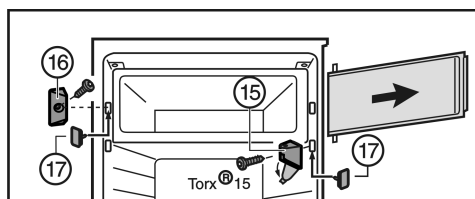

Fig. 7
- ▶ Повдигнете капака на лагерната стойка Fig. 7 (15).
- ▶ Отвинтете лагерната стойка Fig. 7 (15) с вратата на хладилната камера.
- ▶ Отвинтете затварящия елемент Fig. 7 (16).
- ▶ Запушете образуваните се дупки с приложените тапи Fig. 7 (17).